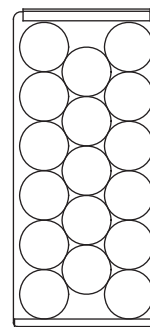

Fig B1
Il sera nécessaire de positionner les canettes en alternance sur les trois clayettes du haut. Cela permettra d'entreposer dix-sept (17) canettes de 355ml (fig. B) par clayette sur chacune des trois clayettes supérieures et dix (10) canettes sur la partie inférieure (fig. B1), pour ainsi parvenir à une capacité d'entreposage totale de 61 canettes.